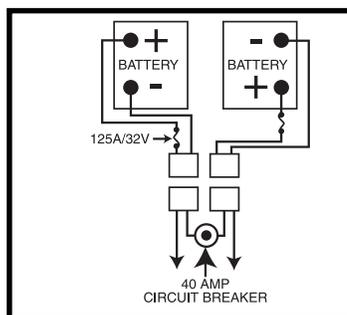

Abb. 13A. Batterie kabelverlauf
7. Verbinden Sie das rote Batteriekabel mit dem positiven (+) Batteriepol. **Siehe Abb. 13A.**